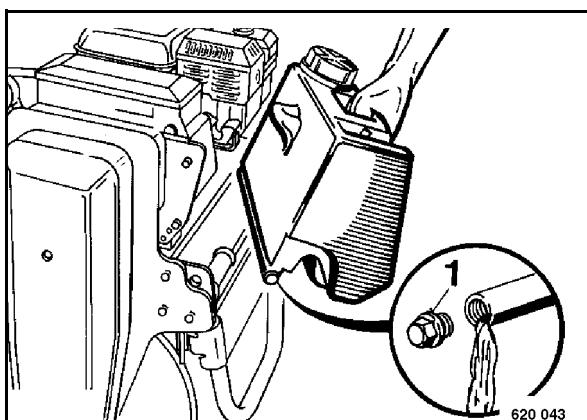

рис. 55
- Опорожнить резервуар для воды, удалив пластмассовую пробку 1 (рис. 55).